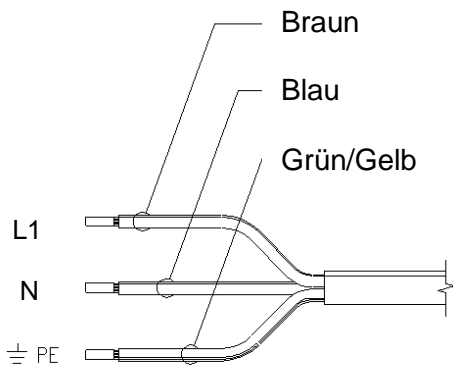

Abbildung 3: Schaltplan der Ausführung mit 1 Phase
- Der Motor mit der Artikelnummer 6601314900 ist, Abbildung 3 entsprechend, an eine Spannungsquelle von 230 V anzuschließen.
- Drehrichtung entgegengesetzt zur Pfeilrichtung: Vertauschen Sie zwei Phasen (L1 und L3) des Netzanschlusses (Abbildung 4) oder im Klemmenkasten am Motor (Abbildung 3).